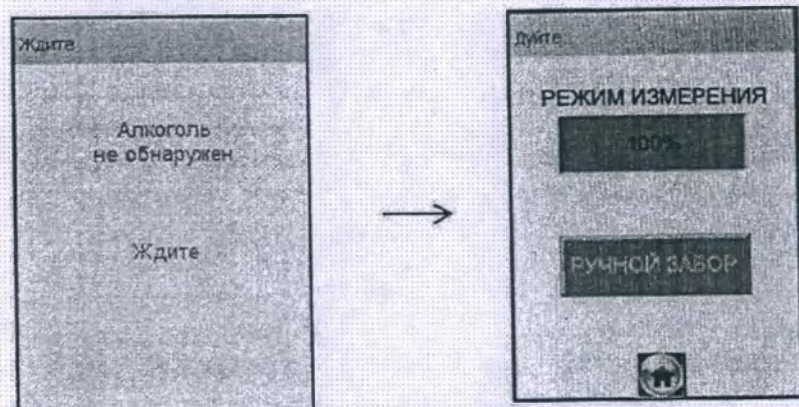

Рисунок 16 – Готовность к отбору пробы
– при положительном результате проверки (при отсутствии этанола и других компонентов), анализатор перейдет в окно готовности к отбору пробы (рисунок 16, справа);
Целесообразно прекратить выдох. Для возобновления процедуры измерения нажмите на виртуальную кнопку «Повтор», после перехода анализатора в режим готовности к отбору пробы (рисунок 16, справа) можно повторить выдох согласно 2.8.13 настоящего РЭ.